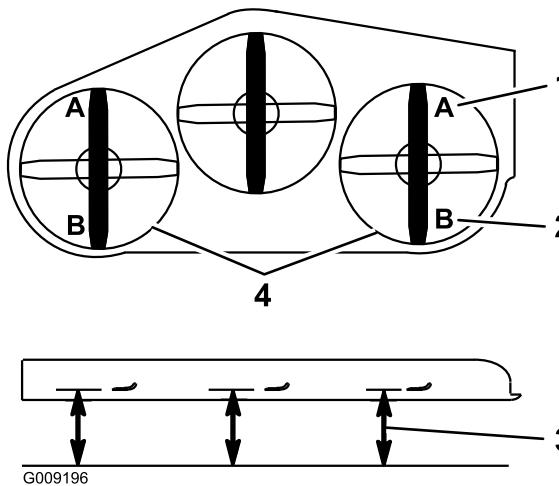

**Figure 104**
5. Enfoncez la pédale de relevage du tablier de coupe au maximum pour verrouiller le tablier à la position transport de 14 cm (5½ po) (Figure 104).